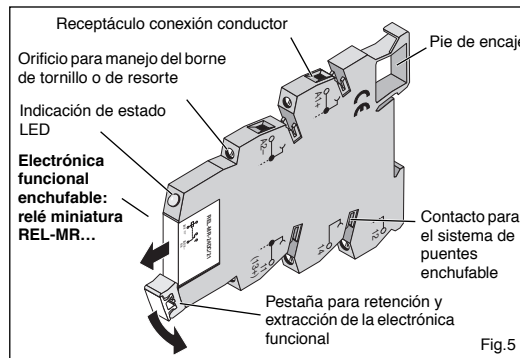

Fig.5
**3.1. Relé con contacto conmutado (Fig.5/6)**